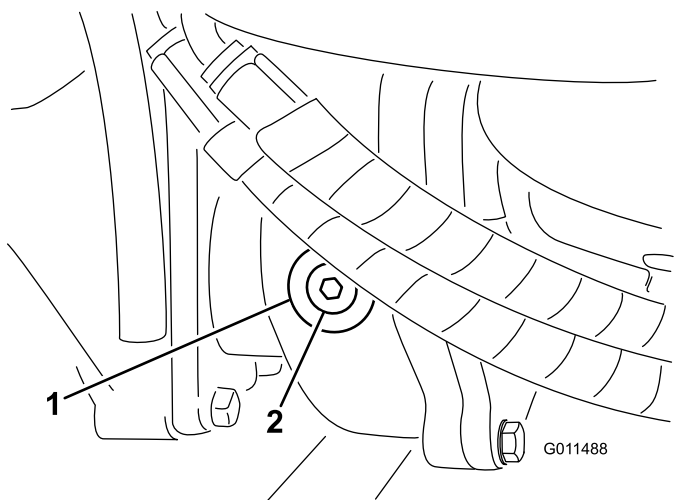

Figura 17
2. Retire el tapón de verificación/llenado del lado izquierdo de la caja de engranajes y asegúrese de que el lubricante llega al borde inferior del orificio (**Figura 17**).